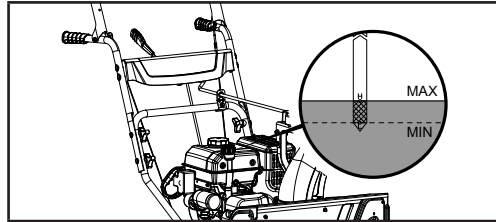

Figure 19
4. Tandis que le moteur est de niveau, remplissez le réservoir d'huile avec l'huile recommandée jusqu'au repère supérieur de la jauge (0W-30) (figure 19).